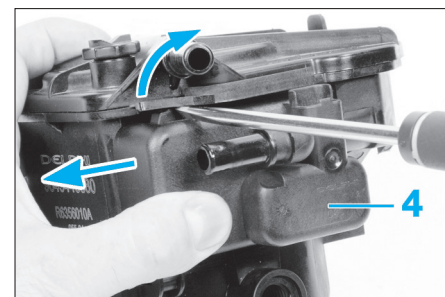

FIG. 60
- le réchauffeur de carburant (4) à l'aide d'un petit tournevis (Fig.60),